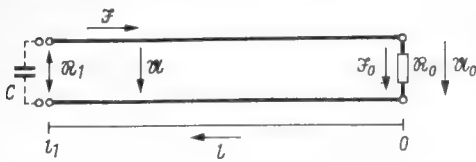

Bild 4. Leitungskreis, der am Anfang beschwert und am Ende mit dem komplexen Widerstand X_0 abgeschlossen ist
- U_0, \mathfrak{J}_0 = Spannung und Strom an der Stelle $l = 0$ (Bild 4)